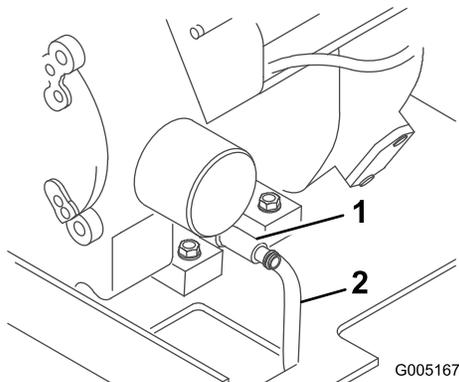

Рисунок 23
- Наденьте один конец шланга на сливной клапан, а другой на поддон (Рисунок 23).
- Откройте сливной клапан, поворачивая его против часовой стрелки и одновременно вытаскивая (Рисунок 23).